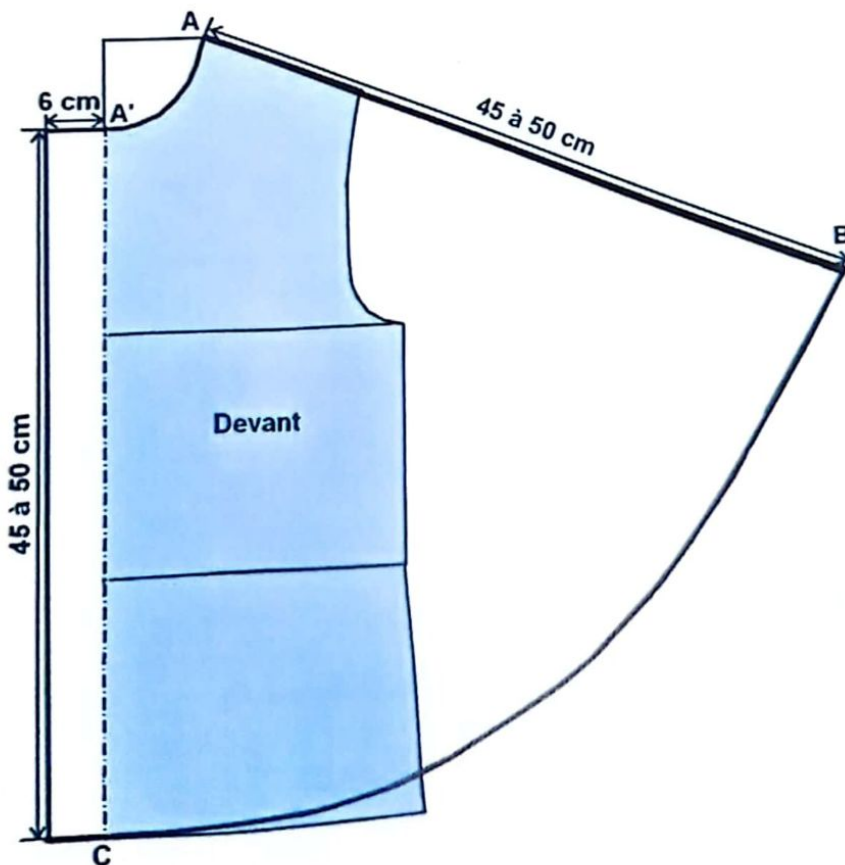

FIG. 1
### DEVANT (fig.1)
- Joignez les points **C** et **B** en courbe comme indiqué sur le schéma (fig.1).